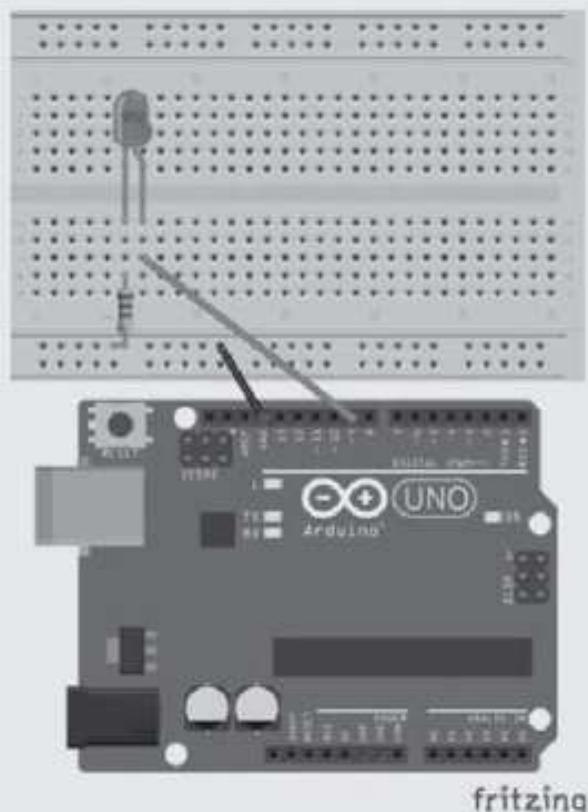

Figura 5.8 – Led conectado a uma saída PWM.
1. Considerando o circuito mostrado na Figura 5.8, escreva um sketch que receba um caractere pela entrada serial. Se o caractere for 'A', a intensidade luminosa do LED deve ser aumentada. Quando o caractere for 'D', a intensidade luminosa deve ser reduzida, e quando o caractere digitado for 'R', o LED deverá ser apagado.